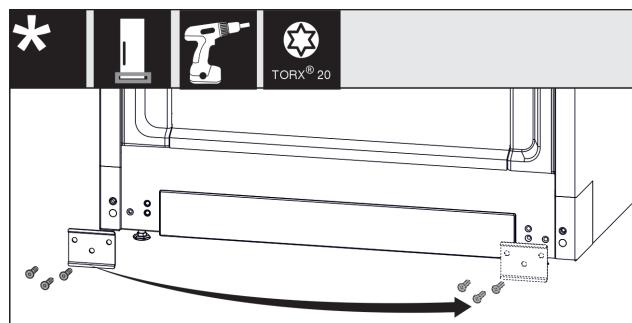

Fig. 16
- Odvrnite lim Fig. 16 (1), premjestite ga na drugu stranu i ponovno pričvrstite.